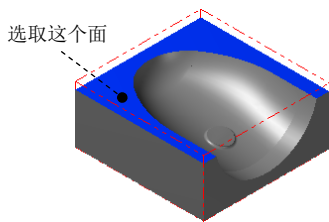

图 13.4 选择图系
- (1) 选择下拉菜单 **绘图 (C)** → **边界盒 (B)...** 命令，系统弹出“边界盒选项”对话框。
- (2) 单击“选择图系”按钮 ，在图形区中选取图 13.4 所示的模型表面。单击“结束选择”按钮 ，系统返回至“边界盒选项”对话框。